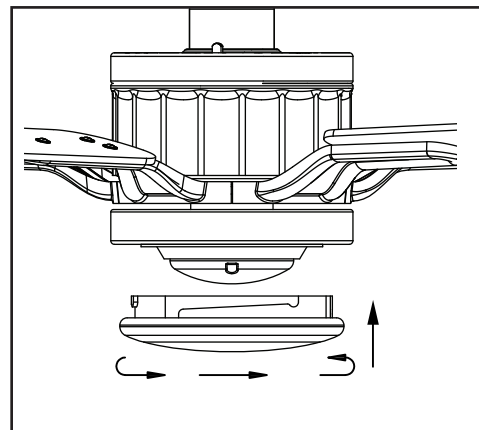

Figura 18
5. Coloca la pantalla dentro de la carcasa kit de luces alineando las tres áreas planas en la parte superior de la pantalla con las tres muescas salientes en la carcasa. Gira la pantalla hacia la derecha hasta que se detenga. (Figura 18)